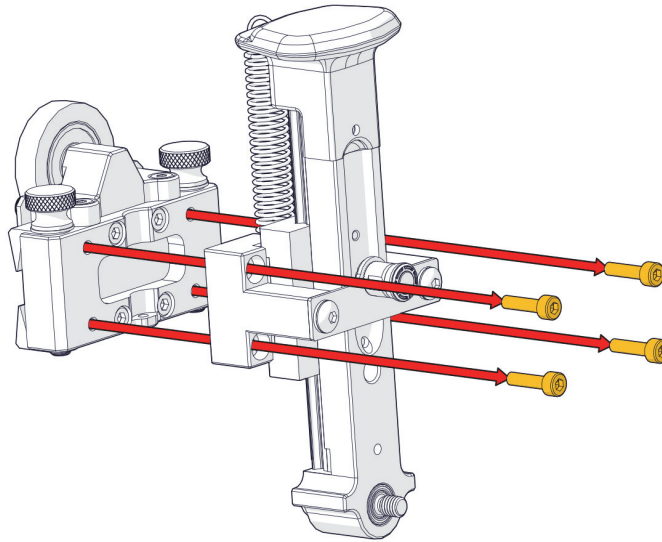

Figura 1-59 Extracción del SLA
1. Retire los cuatro tornillos de montaje con un des[tornillador] hexagonal M3 (ver Figura 1-59 en la página 70).